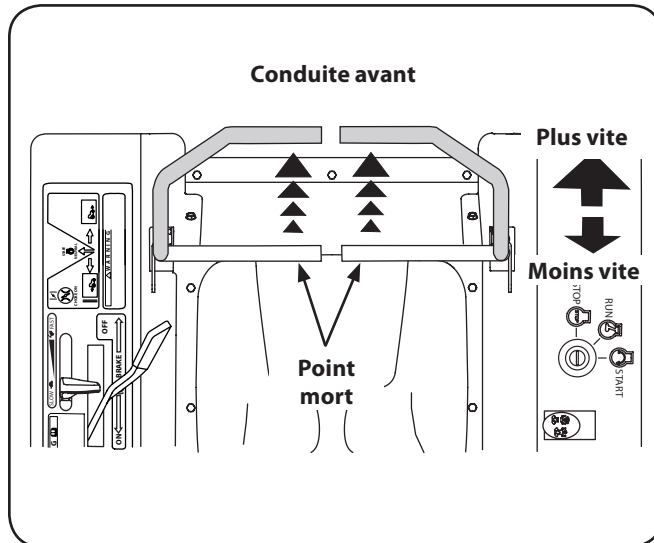

Figure 5-2
1. Déplacez les deux leviers de direction lentement et en douceur vers l'avant. Le tracteur commencera à avancer. Voir la Figure 5-2.